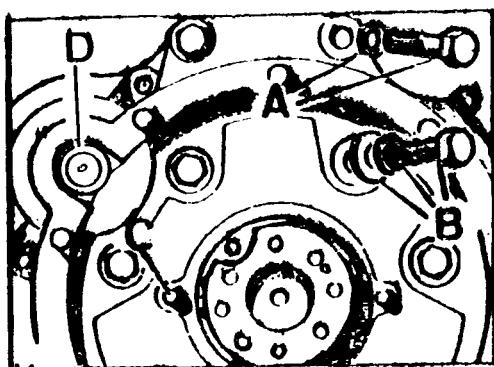
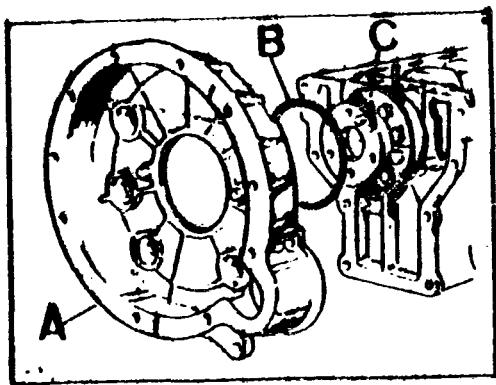

Fig. A3-82A Elementos de fijación del cárter del volante
Fig. A3-83A Extracción del cárter del volante y anillo tórico
- 1.7. Desconectar los cables de alimentación del motor de arranque, quitar los tornillos, A y B (Fig. A3-82A) que fijan el cárter del volante al bloque y extraer dicho cárter en unión del motor de arranque.
- 1.8. Desmontar el motor de arranque, D (Fig. A3-82A) y el anillo tórico, B (Fig. A3-83A).
- 3.1. Instalar sobre el cárter, A (Fig. A3-83A) un anillo tórico, B, con grasa para mantenerlo en posición.
- 3.3. Montar el cárter del volante sobre el bloque, fijándolo con sus tornillos, A y B (Fig. A3-82A) a una tensión de 3,50 á 4,25.